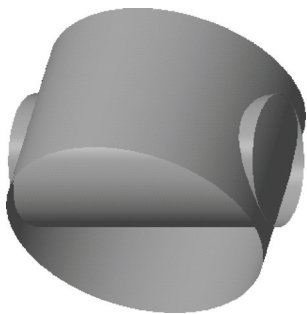

图 10-49 打开模型文件
STEP 01 单击快速访问工具栏中的“打开”按钮，打开模型文件，如图 10-49 所示。